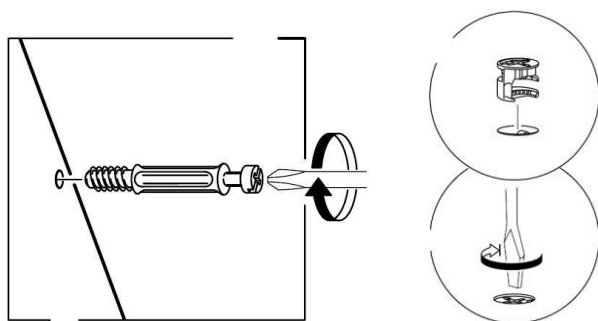

Рис. 1
1. В горизонтальные щиты (19), (48), боковые стенки (46), (47), перегородку (49), планку заднюю (51) в имеющиеся отверстия установить эксцентрики таким образом, чтобы стрелка была повернута в сторону отверстия в торце.
В установленные муфты эксцентриковых стяжек на боковых стенках (46), (47), крышке (45), ввернуть дюбели DU 644, в соседние отверстия установить шканты (рис.1).